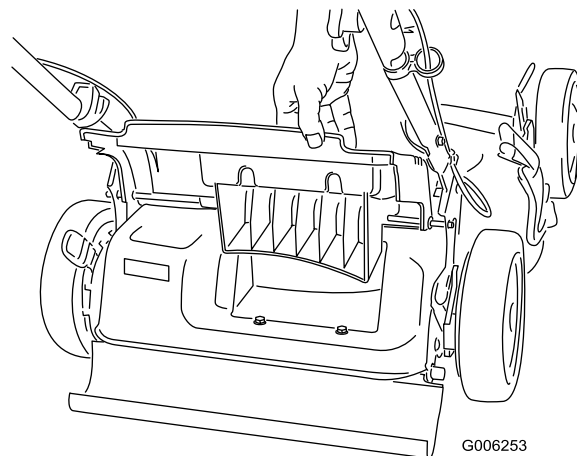

Figura 22
1. Levante y sujete la puerta trasera (Figura 22).